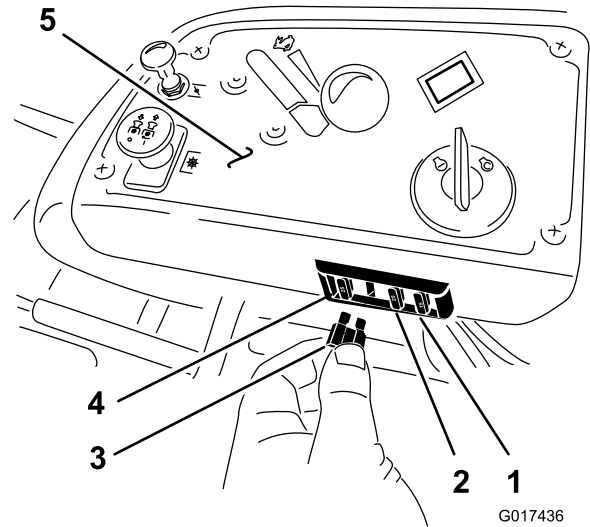

Bild 53
3. Setzen Sie eine neue Sicherung ein (Bild 53).
1. Die Sicherungen befinden Sie rechts am Armaturenbrett neben dem Sitz (Bild 53).